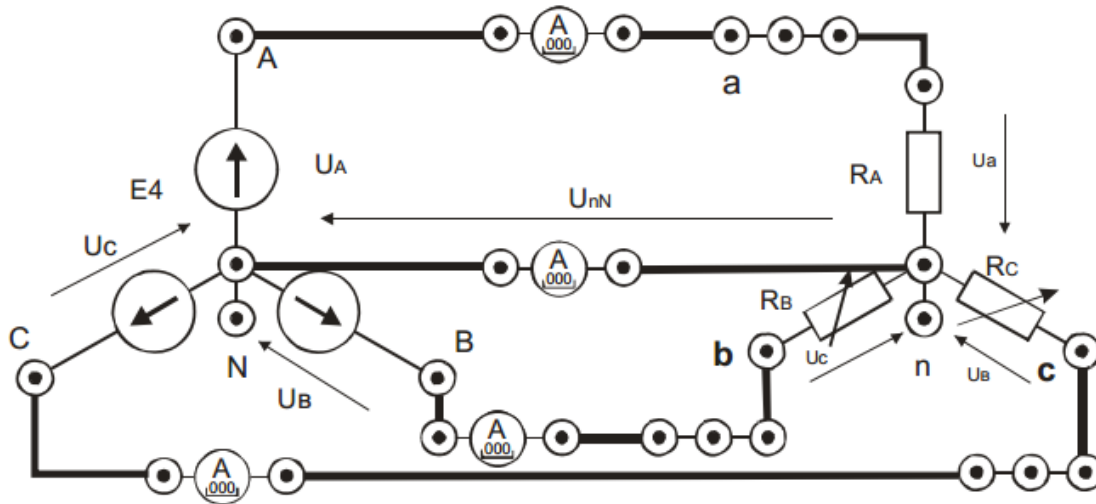

Рис. 1
3.3. Собрать симметричную четырех проводную трехфазную электрическую цепь (рис. 1). В качестве амперметров использовать цифровые приборы в режиме